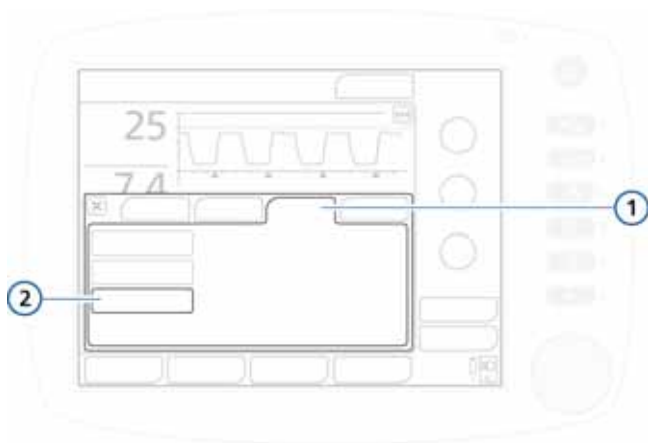

Figura 7-9. Etichetta Grafici
2. Toccare l'etichetta **Grafici**. Vedere la Figura 7-9.